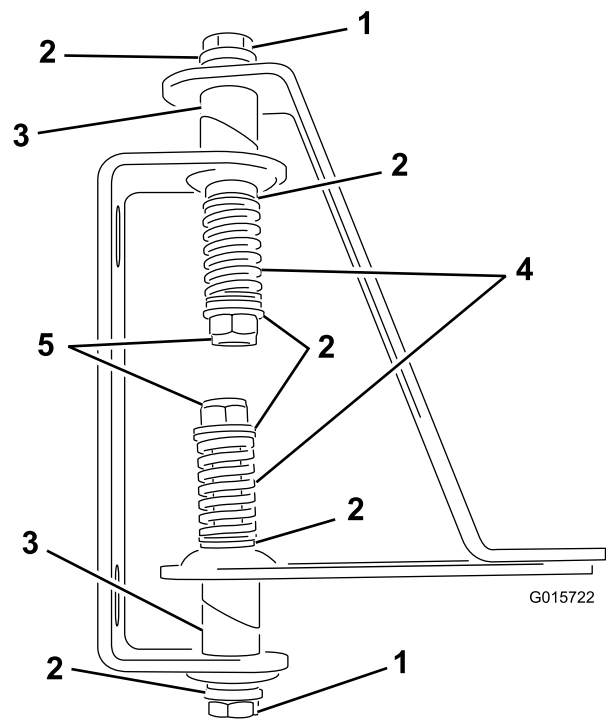

Bild 3
- Stecken Sie die Schrauben durch die Öffnungen des geschweißten Rohrs, die Scharniere und Riemen (Bild 3).
- Setzen Sie eine Feder auf das Ende jeder Schraube (Bild 3).